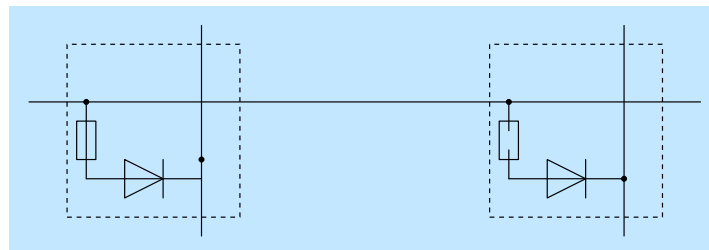

Abbildung 9: Speicherzellen im PROM, links: 1, rechts: 0
4.4.3.2 PROM Für kleinere Stückzahlen und Einzelfertigung wurde schon früh der Wunsch laut nach einem ROM, das man sich selbst programmieren kann. Dazu wurde das PROM (*programmable ROM*) erfunden, auch OTP-ROM (*one time programmable ROM*) genannt. Beim PROM sind werkseitig nur Einsen einprogrammiert, d.h., an jedem Kreuzungspunkt befindet sich eine Diode. In Reihe zu dieser Diode ist allerdings eine Art Sicherung eingebaut (Abbildung 9). Mit